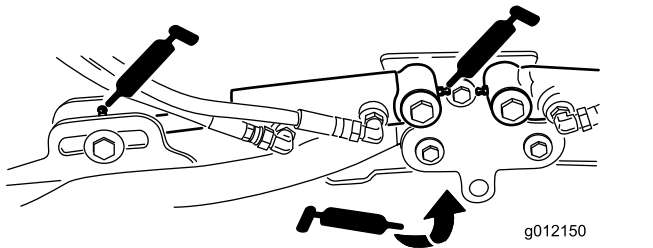

图 67
- 滚刀组提升臂枢轴每个滚刀组 2 个 图 67
- 提升臂枢轴每个滚刀组 1 个 图 67